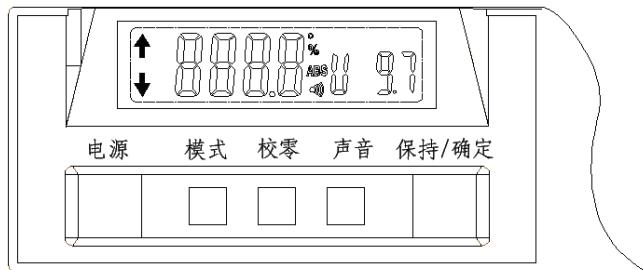

图 G-3
2) 1 秒后，坡度计液晶显示区右侧显示电池电压，见图 G-3；